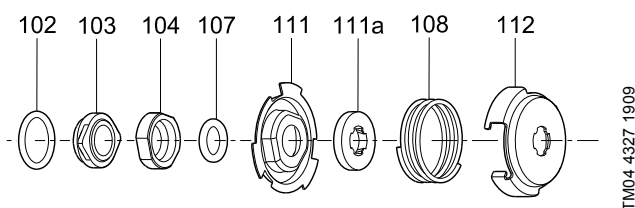

Fig. 21 Despiece del cierre
1. Quitar los pernos (pos. 26).
2. Quitar la brida clamp (pos 6a) y el cuerpo (pos. 16).
3. Quitar el difusor (pos. 4f).
4. Sujetar la abrazadera (pos. 64c) y quitar la tuerca (pos. 67).
5. Quitar las arandelas de presión (pos. 66) y la abrazadera (pos. 64c).
6. Quitar el impulsor (pos. 49).
7. Quitar el espaciador (pos. 64e), el anillo de cojinete (pos. 47a) y la cámara para el cojinete (pos. 4a).
8. Continuar el desmontaje hasta el cierre mecánico (pos. 105).
9. Quitar el cierre (pos. 105). Ver fig. 21.